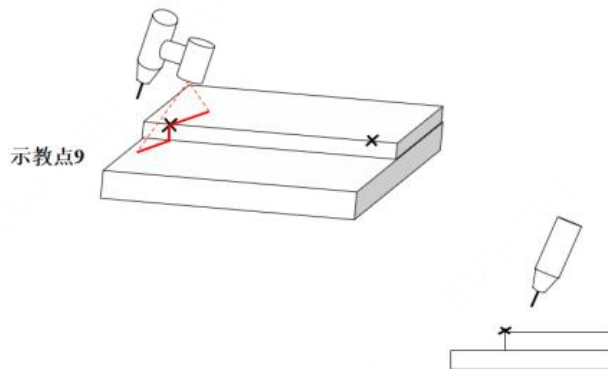

图 3-59 激光器十点法标定姿态 9
(8) 返回示教点 3，在 X、Y、Z 方向移动一定距离，并围绕 TCP 的 Y 轴和 Z 轴旋转-5 到-10 度，使得激光线与参考点 1 重合，激光线的中心位于焊缝结合线的右侧，记录示教点 9，如图 3-59 所示。